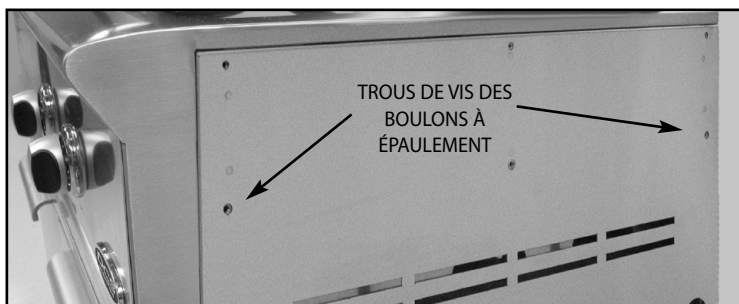

Fig. 44
1. Vissez (2) boulons à épaulement dans les orifices pour vis inférieurs sur le côté du chariot uniquement (Fig. 44 et 45). Serrez à l'aide d'une clé Allen de 5/32.